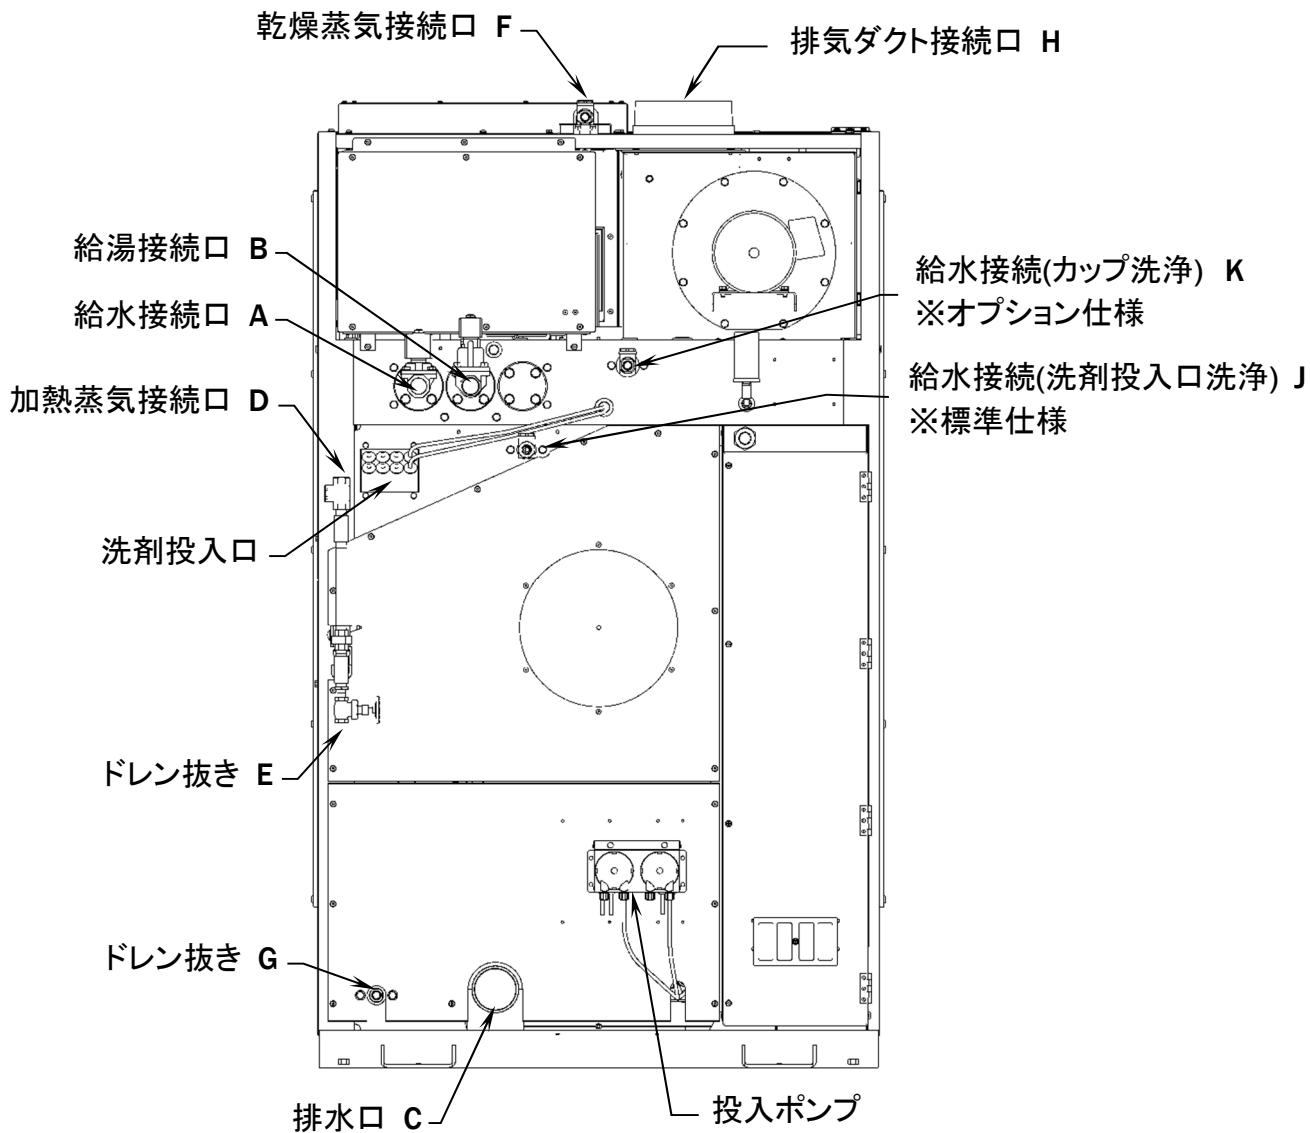

図 5-1
- ・ 給水接続口 Aに付属のストレーナを接続し配管をします。(図 5-1)
- ・ 給湯接続口 Bに付属のストレーナを接続し配管をします。(図 5-1)
- ・ 給水接続口 Jに配管を接続します。(図 5-1)
- ・ 排水口 Cに配管を接続します。(図 5-1)
- ・ 加熱蒸気接続口 Dに配管を接続します。(図 5-1)
- ・ ドレン抜き Eにホースを接続しバルブが開放されても蒸気により、機材への損害、人への傷害を招かない場所に配管すること。(図 5-1)
- ・ 乾燥蒸気接続口 Fに配管を接続します。(図 5-1)
- ・ ドレン抜き Gに配管を接続します。(図 5-1)
- ・ 排気ダクト接続口 HIにダクトを接続します。外形は 198φです。（図 5-1）